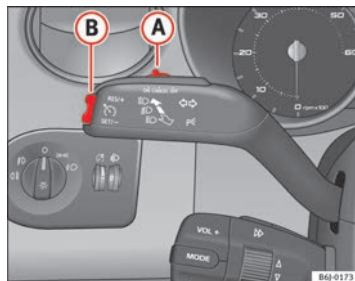

Fig. 125 Leva degli indicatori di direzione e degli abbaglianti: interruttore e tasto di comando del regolatore di velocità
- Spostare verso sinistra l'interruttore ⇒ fig. 125 **A**, posizionandolo su **ON**.